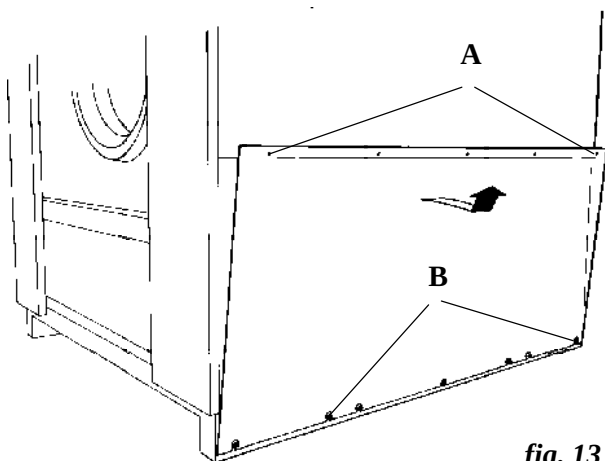

fig. 13
- Remove the screws securing the side guards at the top, loosen the screws holding the lower guard and remove them from the machine (**fig. 13/A,B**).
- Desmontar los tornillos de fijación de la parte superior de las tapas laterales, aflojar los tornillos de fijación de la parte inferior y separarlas de la máquina (**fig. 13/A,B**).
- Démonter les vis de fixation en haut des carters latéraux, desserrer les vis de fixation en bas et les séparer de la machine (**fig. 13/A,B**).